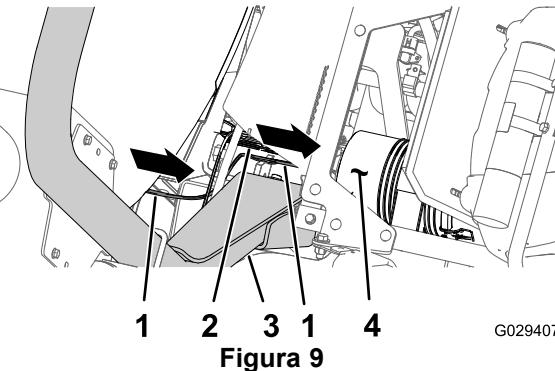
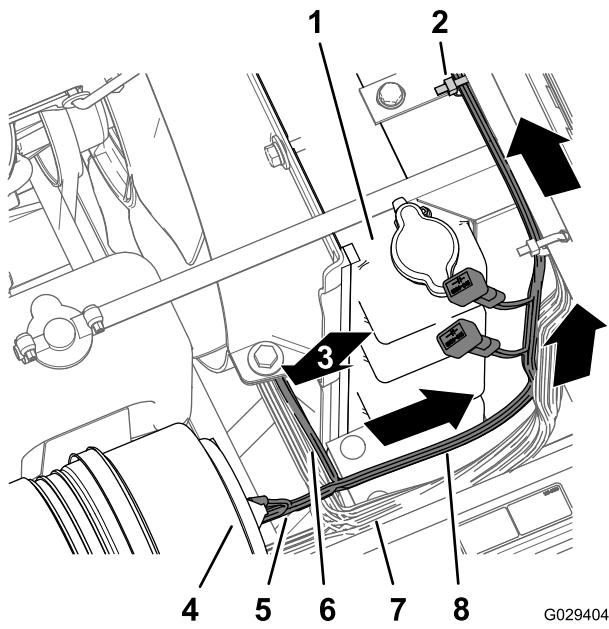

Figura 9
Figura 10
- Infilate il cablaggio preassemblato per il kit di finitura in avanti tra il roll-bar del ROPS e l'angolo inferiore del serbatoio dell'irroratrice, lungo il cablaggio preassemblato della macchina e sotto il filtro dell'aria del motore (Figura 9 e Figura 10).
- Inserite la diramazione del vano motore da 197 cm del cablaggio preassemblato (con il morsetto ad anello, il morsetto della presa e il connettore a 5 prese) verso l'alto lungo il lato destro del radiatore, attraverso la parte superiore del radiatore, sotto la base della consolle centrale (Figura 10).